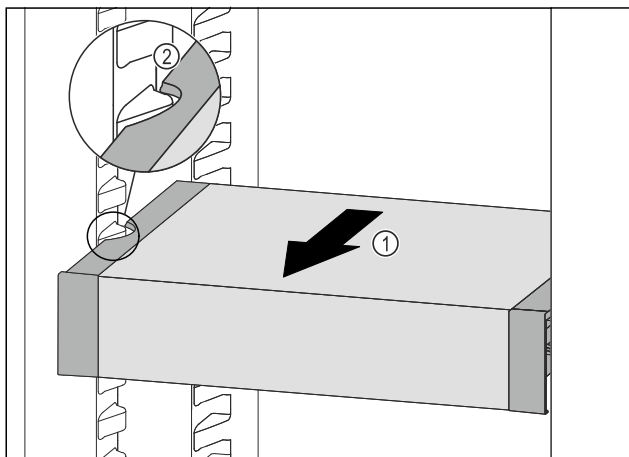

Fig. 123
- Вытягивайте VarioSafe вперед Fig. 123 (1), пока боковые выемки VarioSafe не окажутся на высоте выступа резервуара в холодильном отделении. Fig. 123 (2)